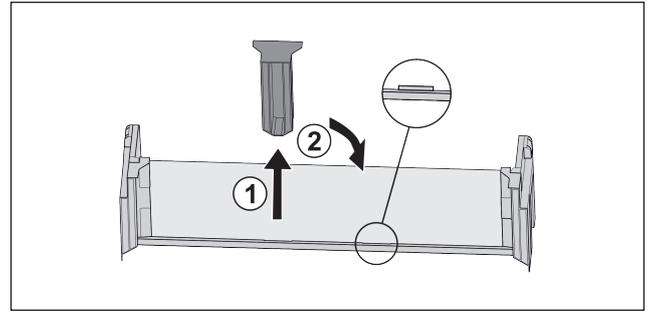

Fig. 65
- ▶ Retirar la pieza de sujeción central Fig. 65 (1).
- ▶ Colocar la pieza de sujeción central en la segunda posición Fig. 65 (2).